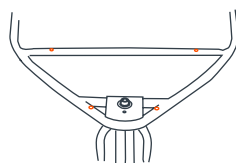

Fig. 7b
• Ces tubes doivent être alignés avec les trous du cadre avant. (Fig. 7b).